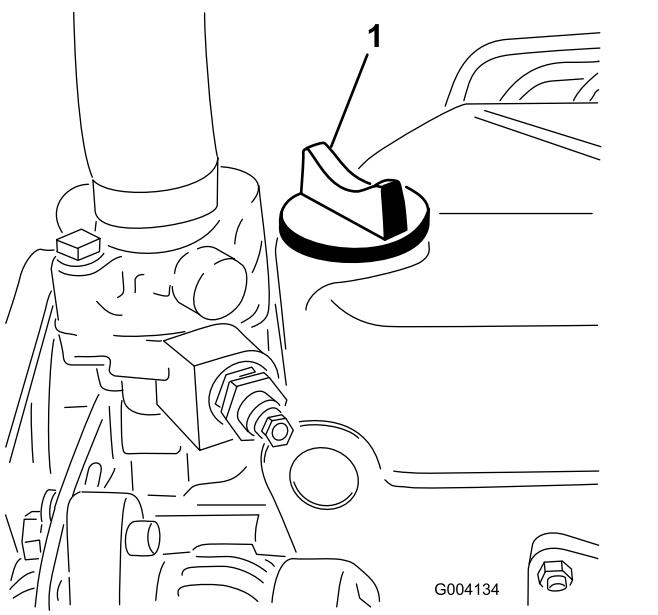

Figure 44
5. Si le niveau n'atteint pas le repère maximum, enlevez le bouchon de remplissage (Figure 44) et faites l'appoint jusqu'à ce que le niveau correct soit atteint. **Ne remplissez pas excessivement.**